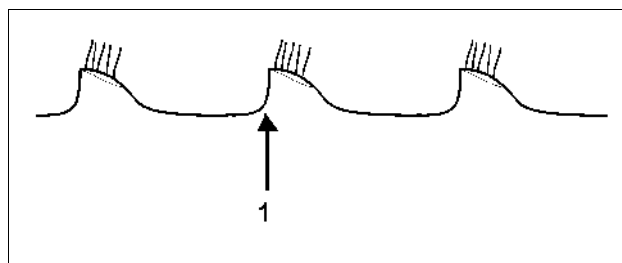

Fig. 32
- 2. skålsrekkes snittkante er ikke synlig og følger. skålsrekke (Fig. 32): 1. Still skålsrekken mot venstre.